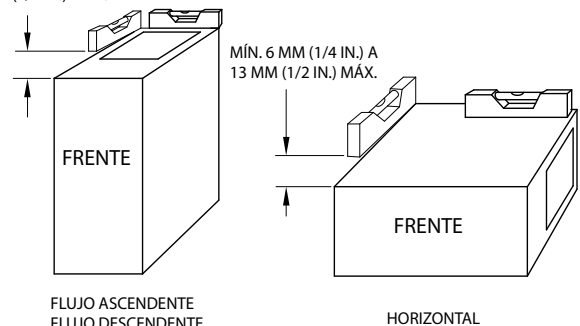

Fig. 19 – Requisitos de inclinación del calefactor
**NOTA:** El calefactor debe inclinarse como se muestra en la Fig. 19 para que la condensación drene correctamente.
**NOTA:** El calefactor debe inclinarse hacia delante como se muestra en la Fig. 19 para que la condensación drene correctamente.